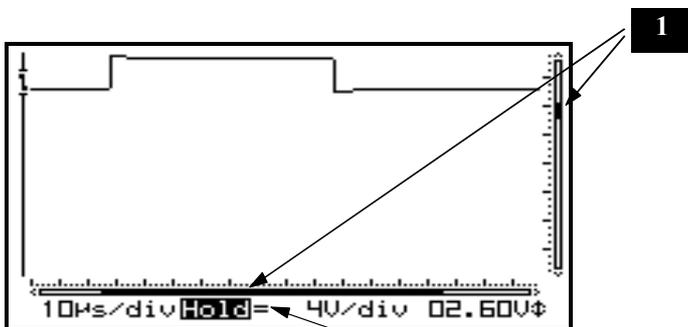

Fig 30
Drücken Sie zuerst die „X/Y-pos“ Taste, bevor Sie die Pfeiltasten drücken. Das Signal wird in Richtung der gedrückten Taste verschoben. Langes Drücken sorgt für ein schnelleres Verschieben der Y-Position. Ein schwarzer Rollbalken (1) zeigt die relative Position des Signals im Beispielschirm. (**Abb. 30**) (**Nur beim HPS40**)